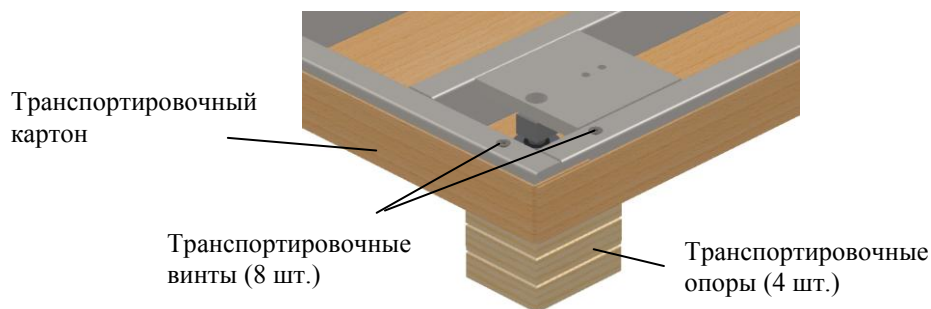

Рис. 4.2 - Распаковка модуля
- 4.2.2 Вывинтите транспортировочные винты (8 шт.) в четырёх углах рамы и удалите транспортировочные опоры и картон (Рис. 4.2).